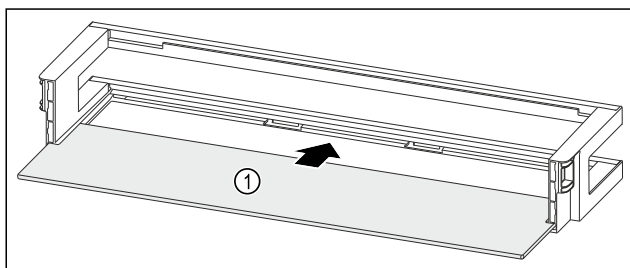

Fig. 217 Türabsteller mit Abstellfläche
- Abstellfläche Fig. 217 (1) in die seitlichen Aussparungen einschieben.